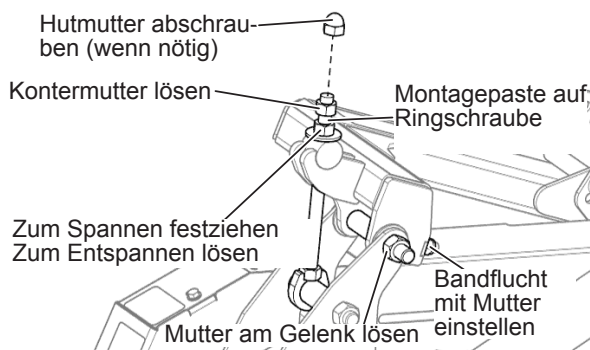

Abb. 110: Riemenspanner des Messerantriebs
6. Wenn der Messerantriebsriemen nicht mittig in der Rille läuft, kann er mithilfe der Mutter (siehe Abb. 110) gefluchtet werden.